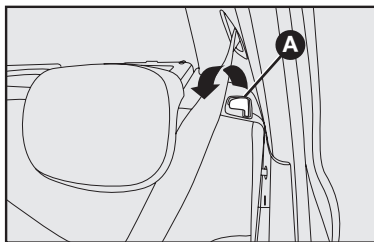

fig. 94
4) Desenganche el respaldo, utilizando las palancas laterales **A-fig. 94**.
En algunas versiones es posible ampliar parcialmente el baúl, inclinando el cojín individual o el doble. Para eso, desbloquee la palanca derecha o izquierda **A-fig. 94** y incline hacia adelante el cojín deseado hasta obtener una superficie de carga única. Luego incline parte del respaldo (1/3 o 2/3) cuando disponible para ampliar parcialmente el compartimiento de equipajes.